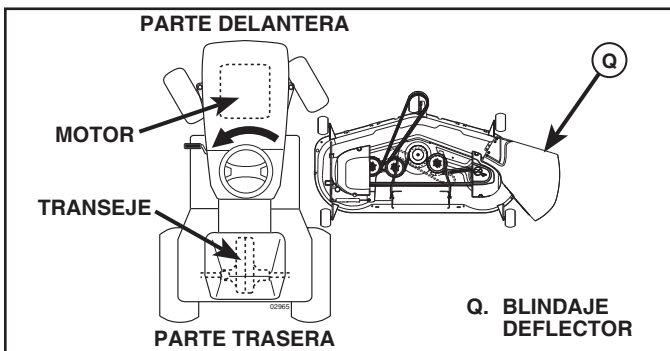

Fig. 26
3. GIRE EL VOLANTE HACIA LA IZQUIERDA Y UBIQUE LA CORTADORA DE CÉSPED EN SU LUGAR (Vea Fig. 26)
- Gire el volante completamente hacia la izquierda y ubique la cortadora de césped en el lado derecho del tractor con el blindaje deflector (Q) a la derecha.